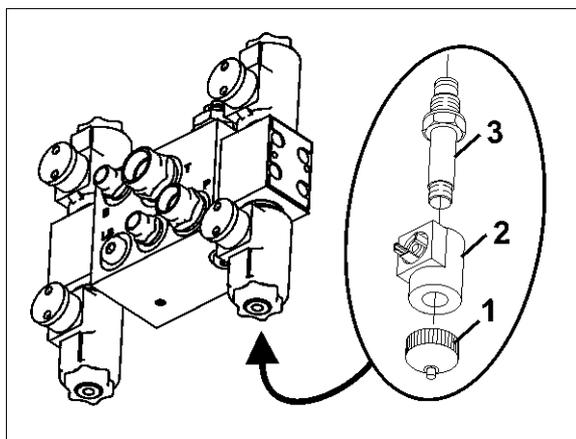

Fig. 151
1. Dévissez le capuchon magnétique (Fig. 151/1).
2. Retirez la bobine magnétique (Fig. 151/2).
3. Dévissez la tige de distributeur (Fig. 151/3) m avec les sièges de soupapes et nettoyez-la à l'air comprimé ou à l'huile hydraulique.